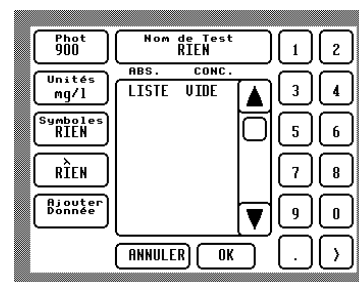

Fig 24 – Adjonction de tests personnalisés
- Appuyez sur **Ajouter**. L'écran Ajouter essais personnalisés vient s'afficher – Voir Fig 24 :